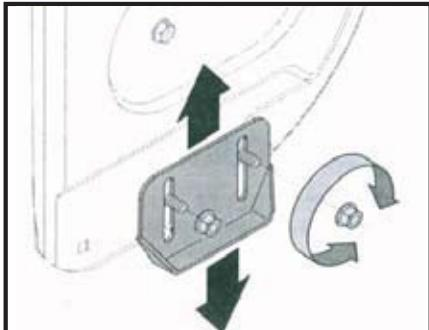

FIG. 14
- Pour le déblaiement de neige proche du sol ou sur une surface douce, montez les chaussures de dérapage (fig. 14) plus haut sur la boîte de foreuse (fig. 14).